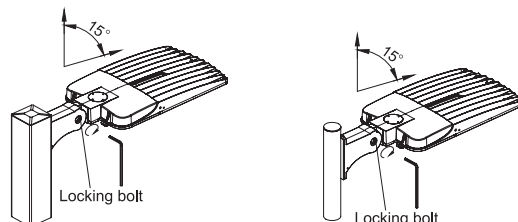

Figure 8
8. Desserrez le boulon de verrouillage à l'aide d'une clé pour ajuster le luminaire à un angle approprié, plage d'angle réglable de 15°, puis serrez ce boulon de verrouillage, comme illustré à la Figure 8.